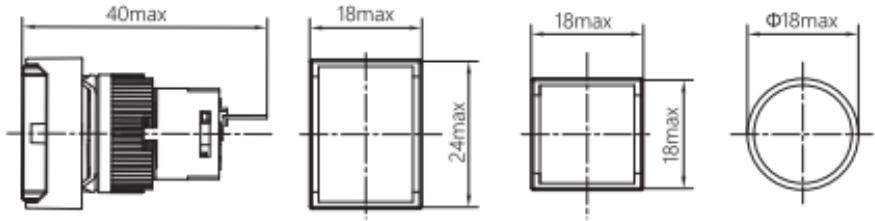
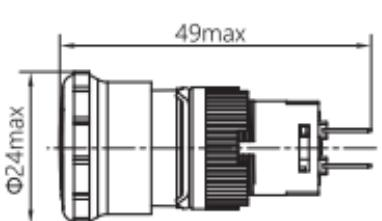

图2 NP6-DS、D、BS、B、XD外形尺寸示意
图6 NP6-ZS外形尺寸示意
3.1 按钮安装开孔直径为Φ16，按钮安装孔中心距最小距离应保持25mm，外形尺寸见图2~图6，型号规格重量见箱贴。